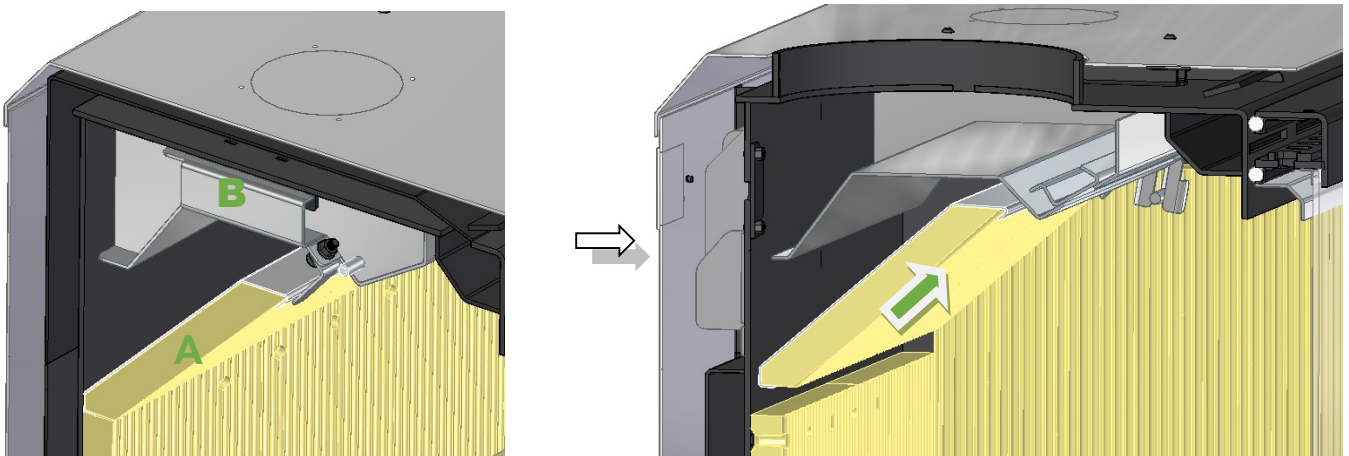
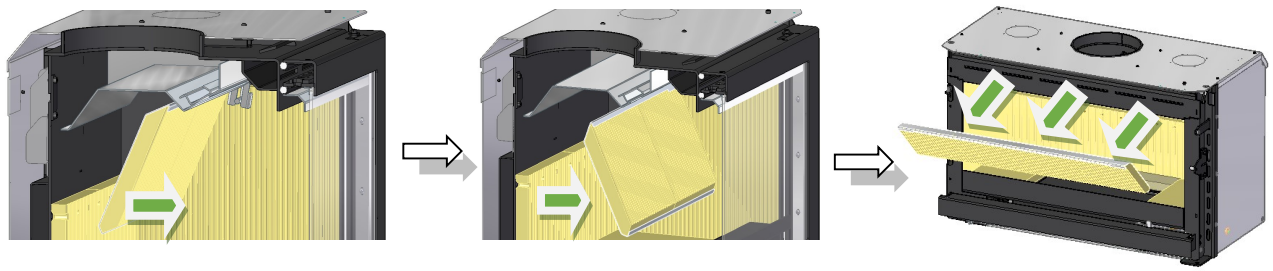

Figure 35 – Démontage du déflecteur de fumée
Figure 36 – Démontage du déflecteur de fumée
1. Ouvrez la porte et retirez le déflecteur de fumée (A). Pour ce faire, placez vos mains sur le déflecteur et déplacez le déflecteur vers le haut, ou tournez les languettes de support sur le côté, puis déplacez la partie inférieure du déflecteur vers vous et retirez le déflecteur, Figure 35 et Figure 36.